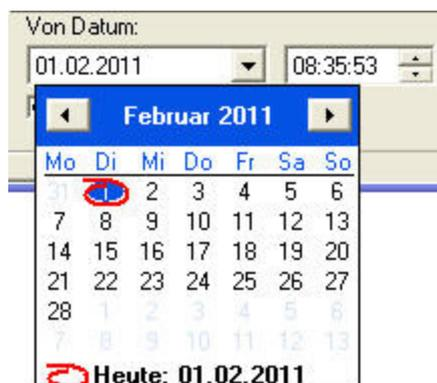

Abb. 3.4 Zeitraum des Berichtes - Kalender
- Um die Parameter **Von Datum** bzw. **Bis Datum** zu ändern, betätigen Sie die Pfeiltaste rechts neben dem Datum. Anschließend öffnet sich ein Kalender(Abb. 3.4).